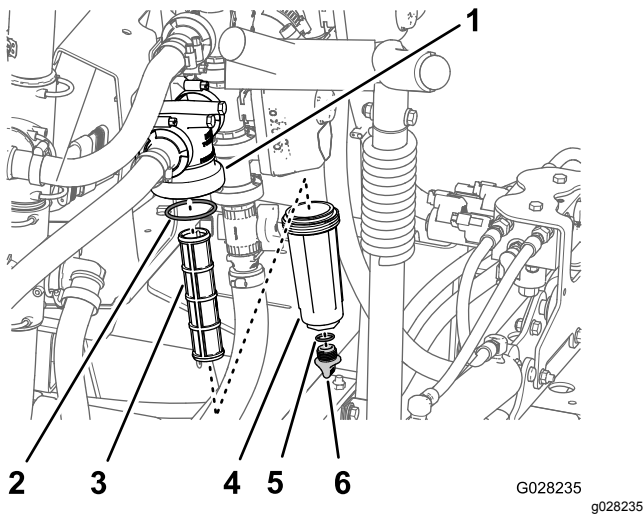

図 82
2. 圧力フィルタの下に受け容器をおく 図 82。
3. 圧力フィッティングのドレンプラグを左に回して外す 図 82。
4. ボウルを左に回してフィルタヘッドから外す 図 82。
5. 古い圧力フィルタエレメントを外す 図 82。
6. ドレンプラグのOリングボウルの内側とボウルのOリングフィルタヘッドの内側に傷や破損がないか点検する 図 82。
7. 新しい圧力フィルタエレメントをフィルタヘッドに取り付ける 図 82。
8. ヘッドにボウルを取り付けて手締めする 図 82。
9. ボウルにプラグ取り付けて手締めする 図 82。